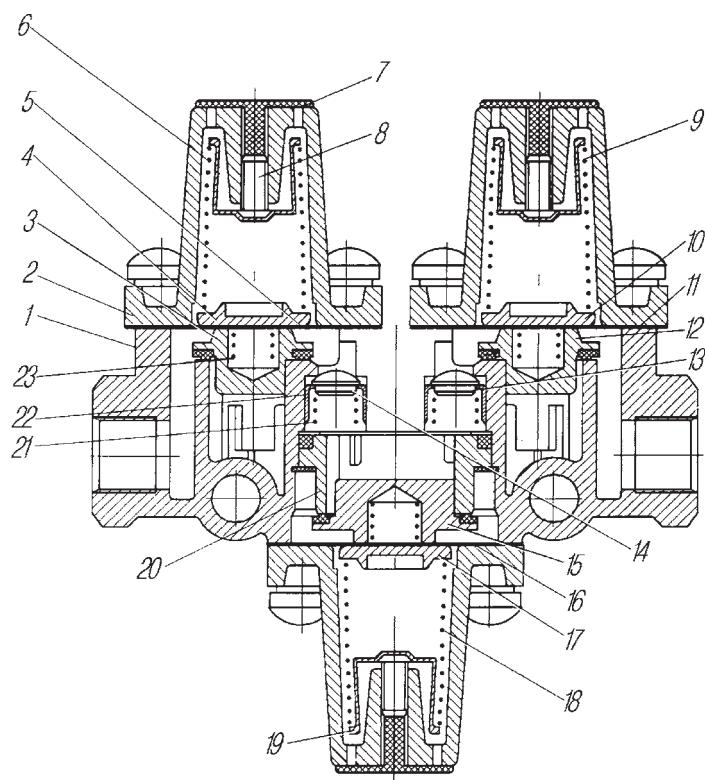

Рис. 73. Клапан защитный тройной:
**Тройной защитный клапан** (рис. 73) предназначен для разделения сжатого воздуха, поступающего от компрессора, на два основных и один дополнительный контуры; для автоматического отключения одного из контуров в случае нарушения его герметичности и сохраняет сжатый воздух во всех контурах в случае повреждения или нарушения герметичности подводящей магистрали, питает дополнительный контур от двух основных.